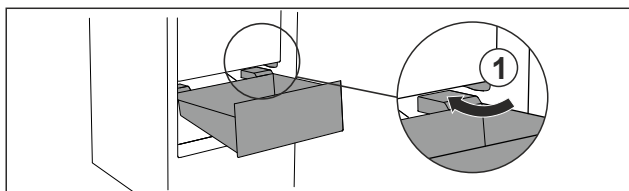

Fig. 31
- ▶ Zásuvku ved'te šikmo podél zářezek Fig. 31 (1).